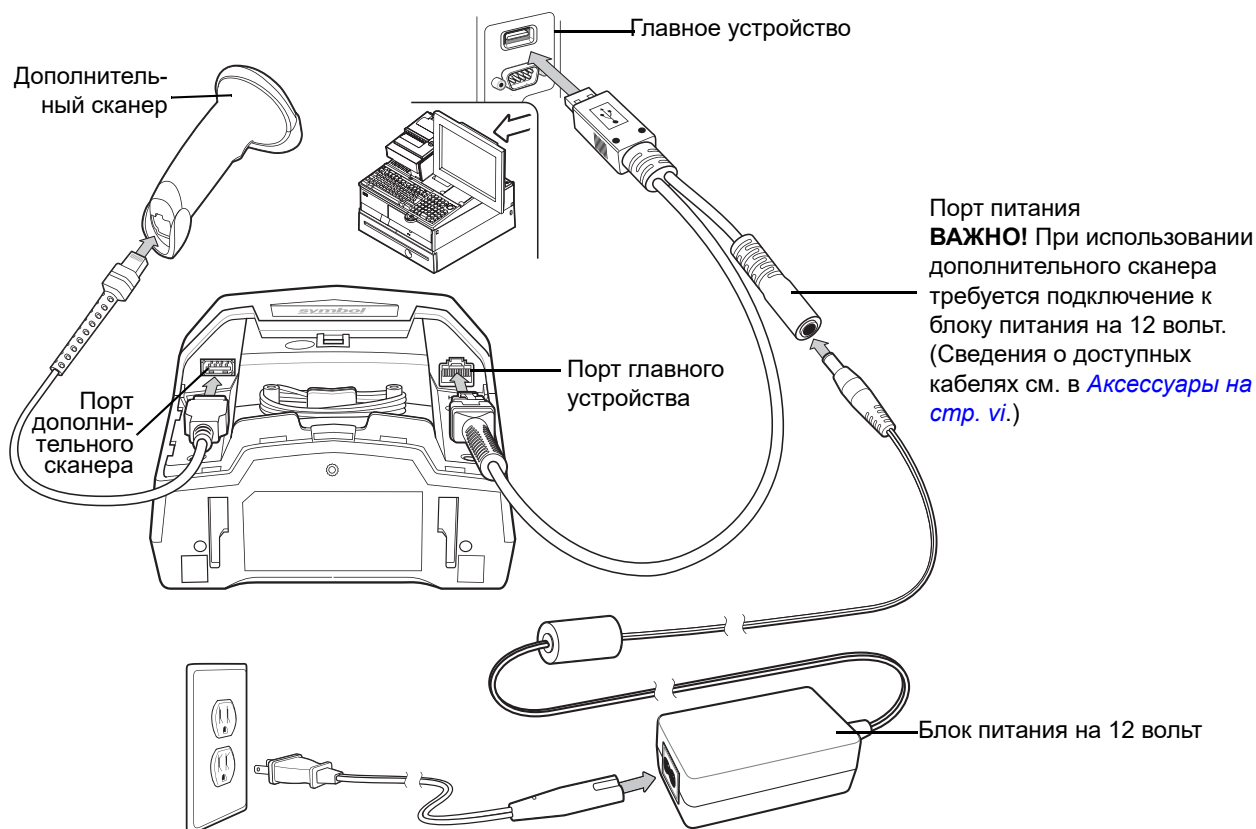

Рис. 6-2 Соединение USB с дополнительным сканером – внешний блок питания на 12 В
- b. Подключите внешний блок питания на 12 В к кабелю главного устройства, как показано на Рис. 6-2, или подключите разъем Power Plus главного устройства на 12 В.